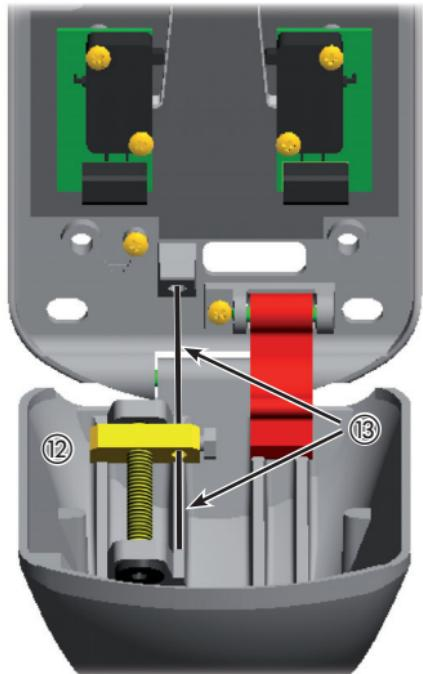

Fig. 6
6. Inserire il cavo di sblocco senza guaina all'interno dell'apposito foro come indicato in Fig.6 rif. ⑬, attraversando anche il tensionatore ( rif. ⑫ );
7. Prima di serrare il cavo di sblocco sul tensionatore portare il tensionatore stesso a fine corsa come mostrato in Fig.6 rif ⑯ agendo sulla testa della vite di regolazione con una chiave esagonale;
6. Fit the release cable, without a sheath, inside the hole as shown in Fig. 6 ref. (13), crossing also over the tensioning device ( ref. (12) );
7. Before you tighten the release cable on the tensioning device, take the device to the travel limit, as shown in Fig. 6 ref. (12), turning the head of the adjusting screw with a hexagon wrench;